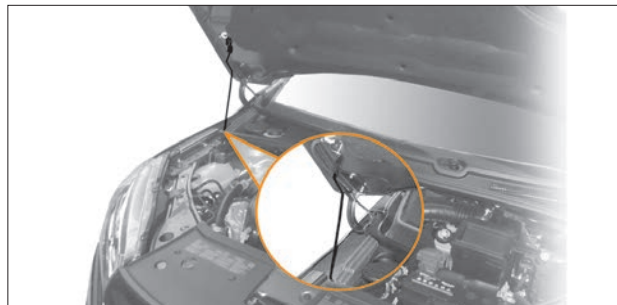

Рис. 8.3. Упор капота
- Аккуратно поднимите капот, установите упор в специальное гнездо капота (рис. 8.3). Для обеспечения Вашей безопасности обязательно вставьте его в гнездо правого крыла. Не облакачивайтесь на капот: он может неожиданно закрыться.
Перед тем как закрыть капот уложите упор в держатель (рис. 8.3). Закрывать капот следует путем «захлопывания», отпустив его с высоты 15–20 сантиметров от облицовки решетки радиатора.